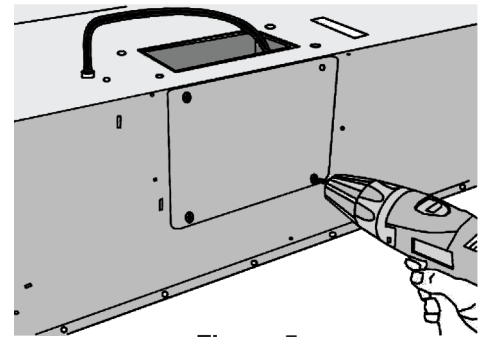

Figure 5
- Retirez la plaque de recouvrement en retirant les 4 vis (voir figure 5).